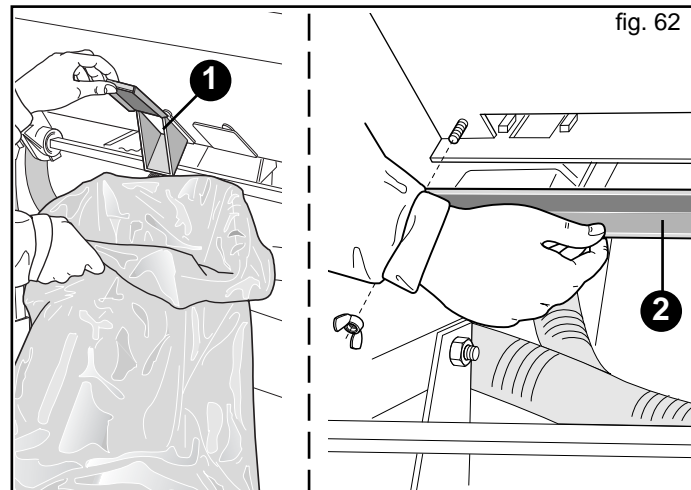

fig. 62
- Vor dem Befahren öffentlicher Straßen sind die Tanks zu entleeren. Das Restprodukt an der Öffnung (1, Abb. 62) ausladen.
- Am Arbeitsende wird eine sorgfältige Reinigung des Behälters, vor allem der Düngerbehälter empfohlen. Das Restprodukt an der Öffnung (1, Abb. 62) ausladen, die Flügelmuttern entfernen und den Verschluss (2, Abb. 62) demontieren, dann mit viel Wasser waschen. Bei der Entsorgung von umweltverschmutzenden Flüssigkeiten die Umweltschutzbestimmungen.